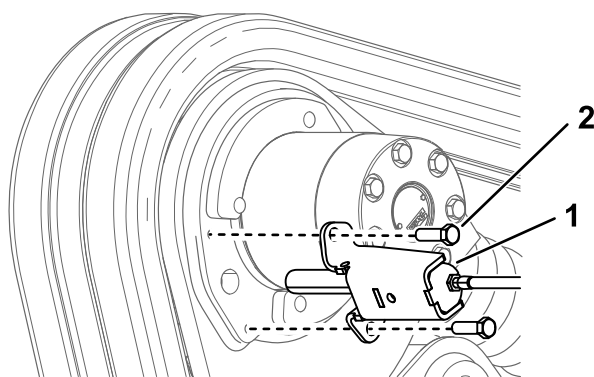

Figura 10
- E. Fissate il supporto del freno sul gruppo motore, con il lato aperto rivolto verso il motore dei cingoli, utilizzando i 2 bulloni rimossi in precedenza (Figura 10).